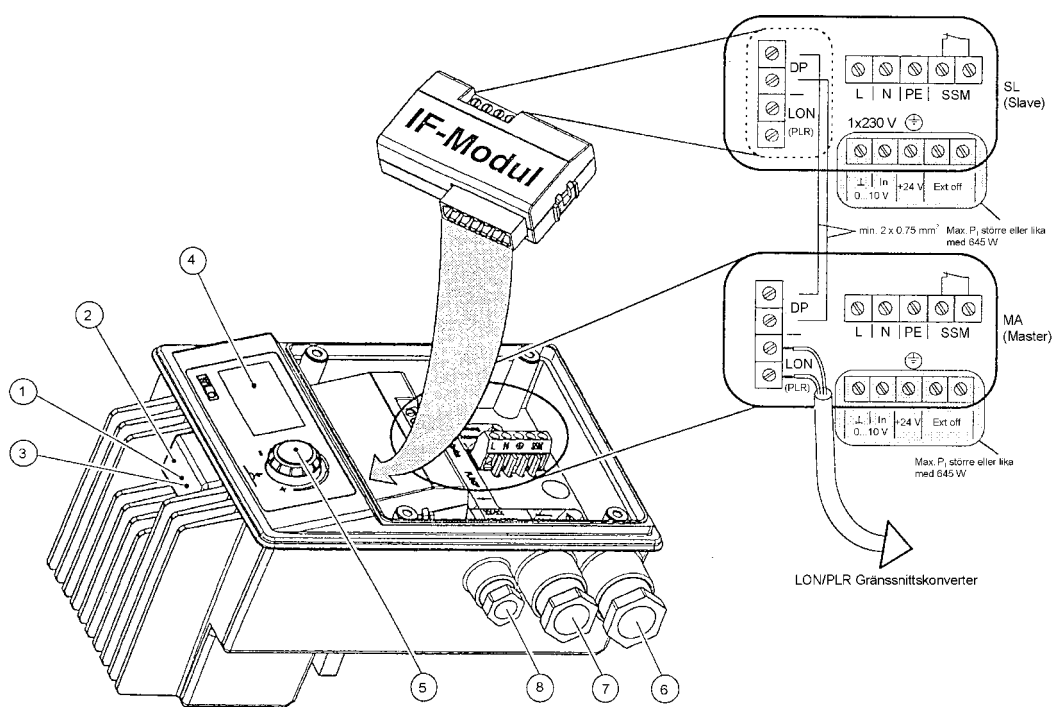

Fig. 2
- Huvudinkopplingen görs via anslutningarna **L, N, PE** (Fig.2).
- Den integrerade spänningsoberoende flerfelsavläsningen kommer från SSM-kontakten (Fig.2, öppnare). Tillåten kontaktbelastning:
- **DP**: Anslutningar för tvillingpumppläge, sammankoppling till respektive anslutningar på den andra pumpen. Matningskabeln, 2 x 0,75...1,5 mm², får vara max 2 m lång. Kabeln skall dras genom tätningsskruven PG 11 (Fig.2, pos.7) och PG 7 (Fig.2, pos.8).